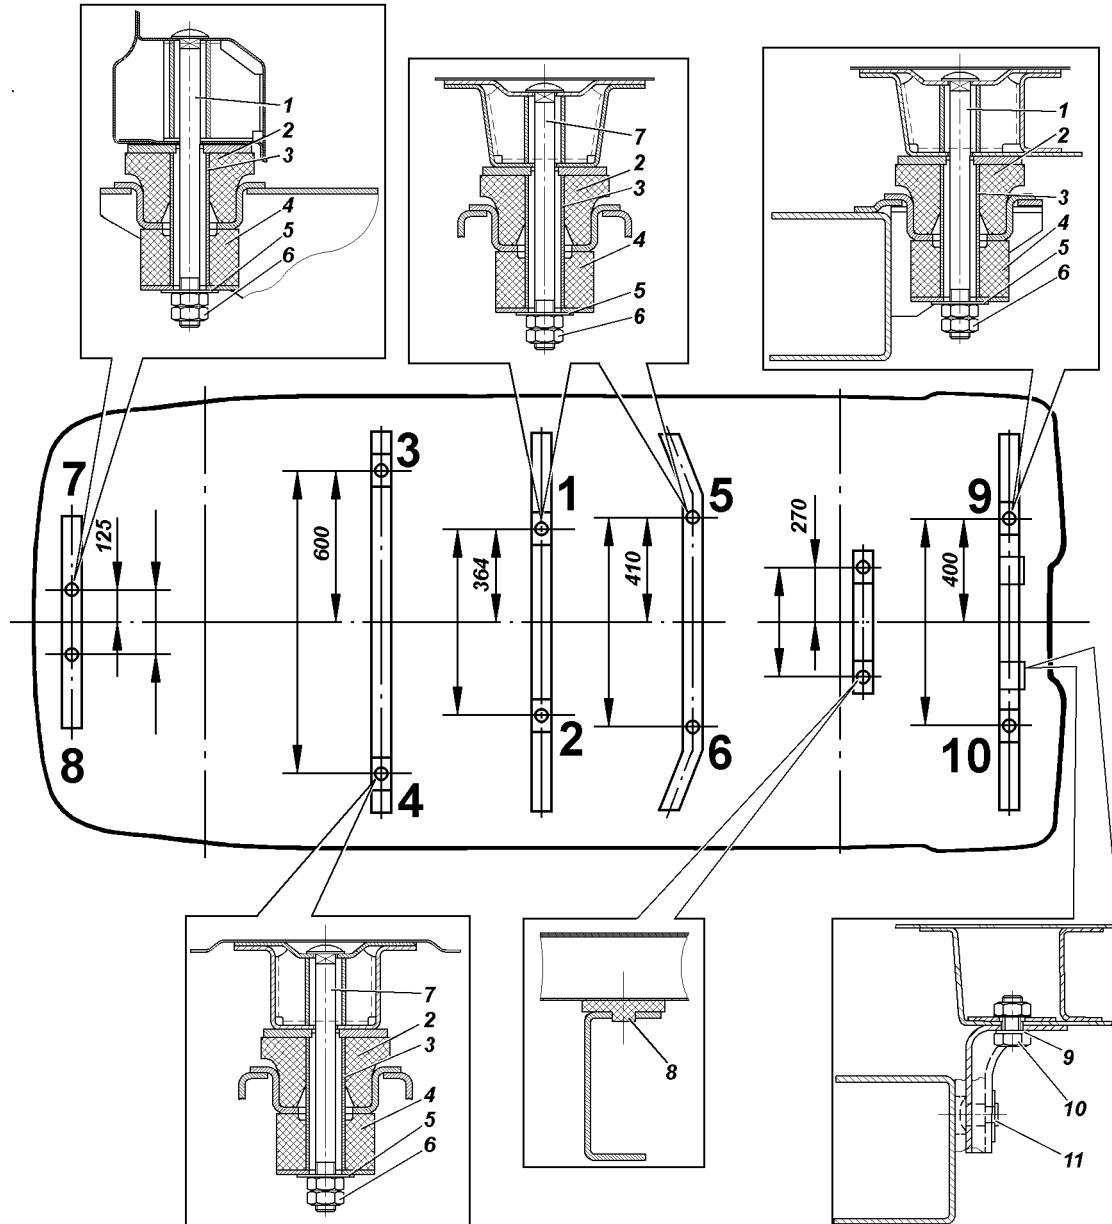

Рис. 15.13. Крепление кузова автомобиля:
Крепление кузова автомобиля к раме осуществляется в 10 точках (рис. 15.13). Кроме того, имеются две опорные и две упорные точки, расположенные на поперечине рамы в зоне заднего пола кузова.
29. Отверните гайки крепления кузова к раме (см. рис. 15.13).